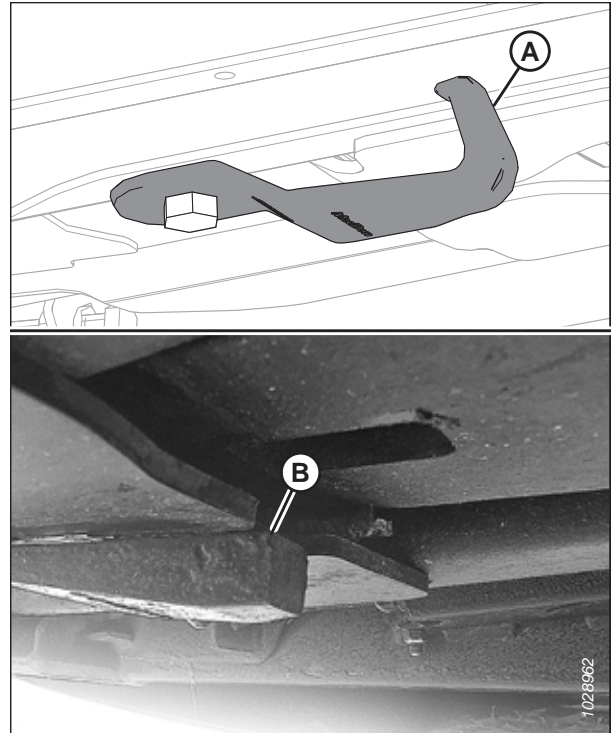

Figura 4.233: Cârligele port-lamelei
Figura 4.233, pagina 423 prezintă un cârlig port-lamele nedeteriorat (A) și un cârlig port-lamele deteriorat (B). Nu este prezentat un cârlig port-lamele întins.